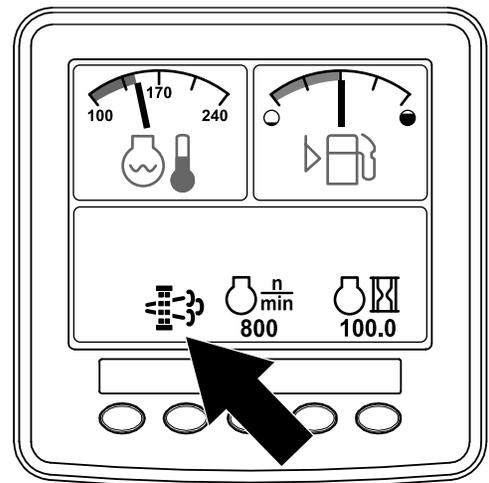

Figure 45
- Quand le calculateur moteur demande une régénération en stationnement ou une régénération d'urgence, l'icône de demande de régénération (Figure 45) s'affiche sur l'InfoCenter.